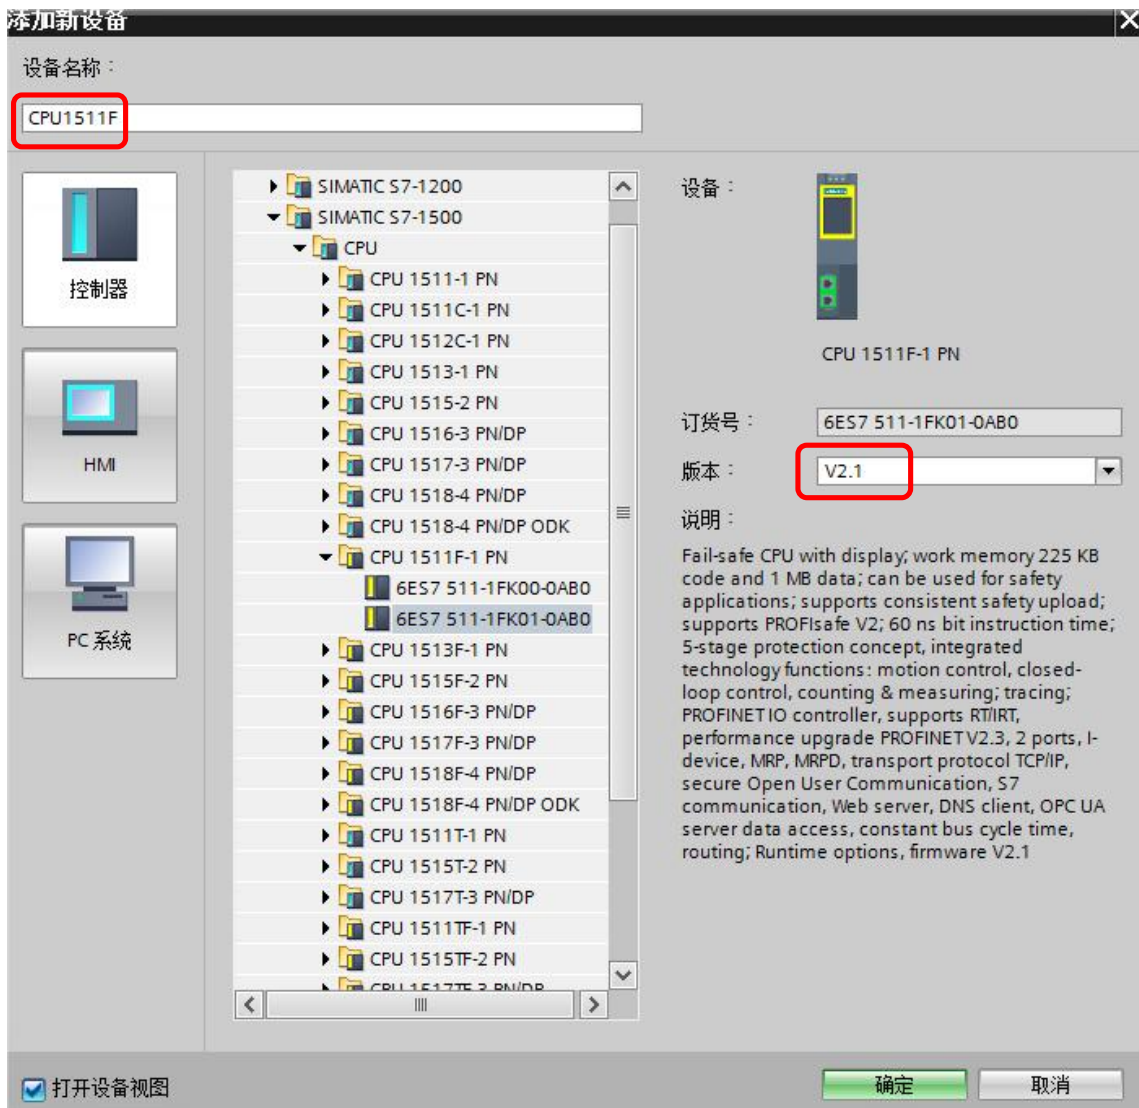

图 2-2 插入站
2) 插入 S7-1500 站，将名字修改为：CPU1511F；并选择固件 V2.1 版本，如图 2-2 所示。